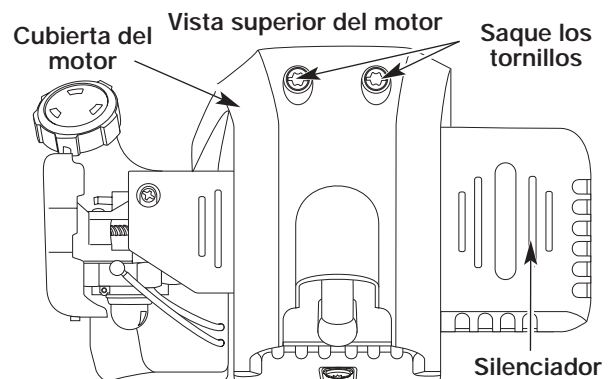

Fig. 42
2. Quite los dos (2) Tornillos de encima de la tapa del motor con un destornillador de pala o Torx #20 (Fig. 42).
6. Saque la cubierta del motor (Fig. 42).